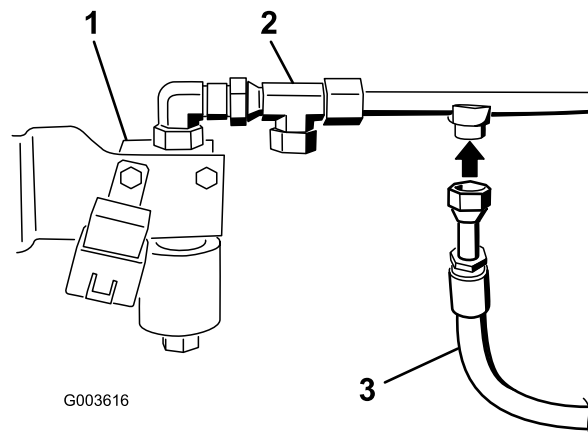

図 28
7. フィッティング付きの油圧ホースを、バルブ上部に取り付けた T 字アダプタに接続する (図 28)。